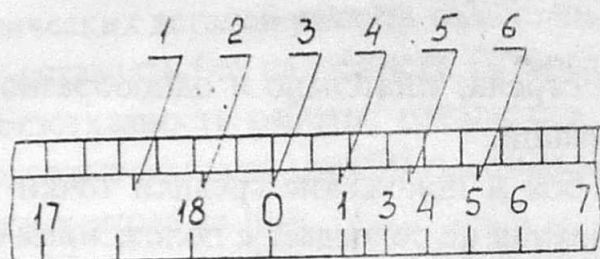

Рис. 4.
На рис.4 показано исходное положение шкал (для случая, когда с одной из рисок шкалы отсчета поправок совпадает риска 3 шкалы нониуса). Для введения поправки 1 см. "вверх" нужно совместить с ближайшей к ней риской 4 рядом расположенную риску шкалы отсчета поправок (при вращении маховика по часовой стрелке). При необходимости введения поправки 2 см. нужно совместить риску 5 шкалы нониуса с ближайшей к ней риской шкалы отсчета поправок и т.д.
- определить угловую величину предмета (цели) в тысячных, пользуясь прицельным угольником и штрихами сетки в поле зрения, угловые размеры которых даны на рис.4;